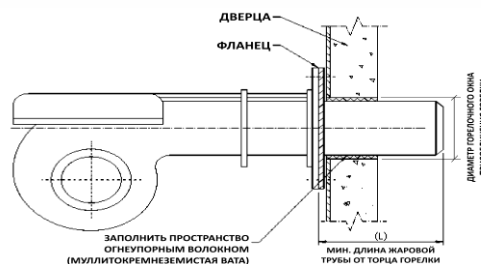

Рисунок 2
- в) Жаровая (пламенная) труба горелки должно иметь длину указанную для каждого парогенератора (рис. 2, таблица 4)